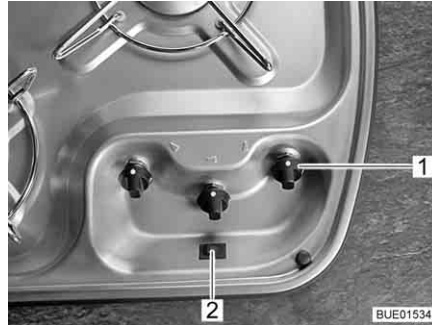

Fig. 208 Elementos de comando para fogão a gás
- Rode o regulador rotativo (Fig. 208,1) do bico que pretende acender para a posição de ignição (chama grande).
- Prima o botão de ignição (Fig. 208,2). No queimador são geradas faíscas para a ignição.